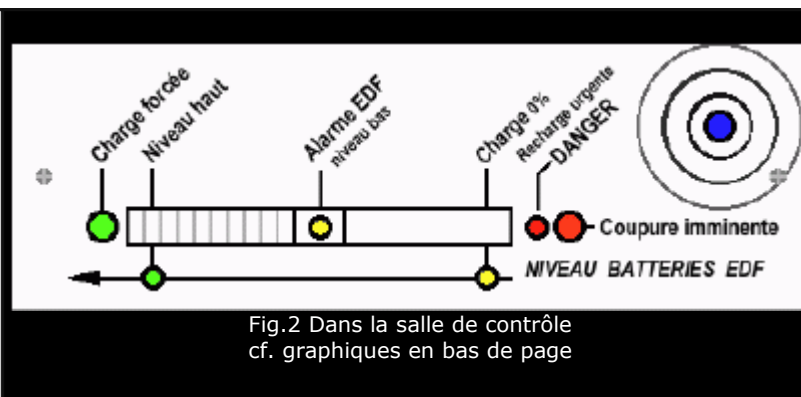

Fig.2 Dans la salle de contrôle
- **Fig.2 - Un barre graphe**, situé dans la salle de contrôle, indique en permanence le niveau des batteries. Un voyant jaune "Alarme EDF", au centre, s'allume au niveau bas des batteries, indiquant la nécessité d'une prochaine recharge. Consulter les graphiques d'interprétation du barre graphe ci dessous.